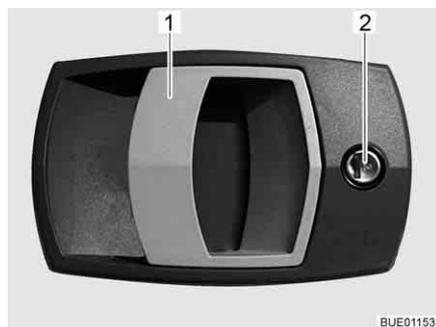

Fig. 31 Serrure de la porte cellule, à l'extérieur
- Insérer la clé dans le barillet (Fig. 31,2) et la tourner jusqu'à ce que la serrure de la porte soit déverrouillée.
- Tirer sur la poignée de la porte (Fig. 31,1). La porte est ouverte.
- Insérer la clé dans le barillet (Fig. 31,2) et la tourner jusqu'à ce que la serrure de la porte soit verrouillée.